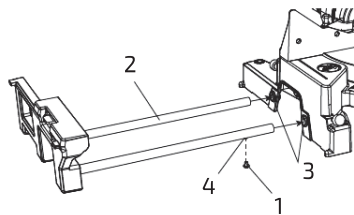

Рис. 5
1. Извлечь стопорный винт (1) из левого расширителя стола (2) (рис. 5).
2. Вставить левый расширитель стола (2) в отверстия в основании (3).
3. Вставить стопорный винт (1) в отверстие (4) и затянуть, чтобы зафиксировать левый расширитель стола (2).